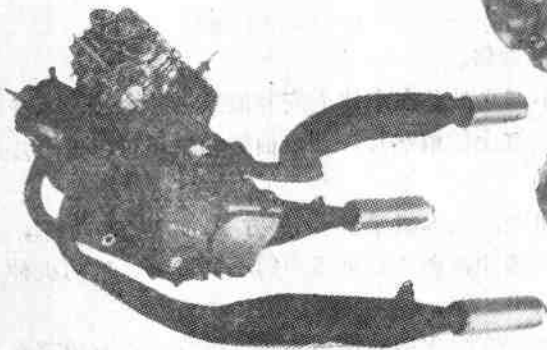

图4 本田
④ 二冲程发动机有向多缸发展的倾向，如V型3缸和V型4缸，排气量增加了250~500cc系列，增添了竞赛的情趣。排气装置主流为燃烧室+消声器式(图4)。